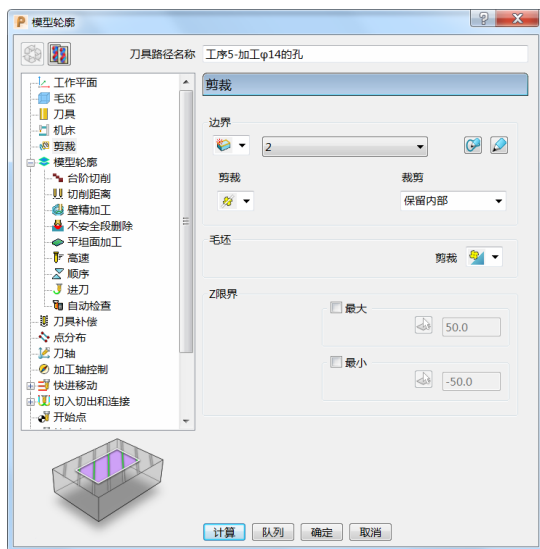

图 6-33
- 4) 剪裁: 边界选择“2”, 裁剪选择“保留内部”。(图 6-33)